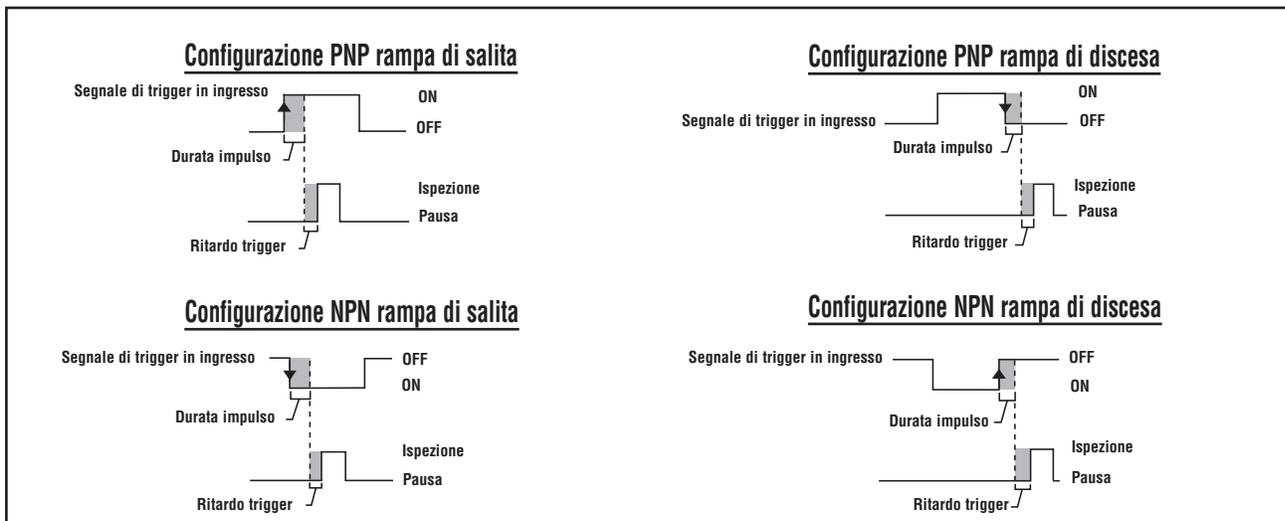

Figura 3-4. Ingressi trigger a rampa di salita/discesa PNP e NPN
- Il sensore può essere impostato per rispondere alla rampa di discesa o di salita dell'impulso di trigger (vedi Figura 3-4)